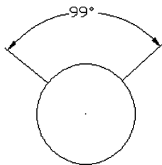

图 9-42 标注角度
确定尺寸线的位置，AutoCAD 标出一个角度值，该角度以圆心为顶点，两条尺寸界线通过所选取的两点，第二点可以不必在圆周上。用户还可以选择“多行文字 (M)”选项、“文字 (T)”选项、“角度 (A)”选项或“象限点 (Q)”选项编辑尺寸文本和指定尺寸文本的倾斜角度，如图 9-42 所示。
(3) 选择一条直线（标注两条直线间的夹角）：当用户选取一条直线后，AutoCAD 提示选取另一条直线。